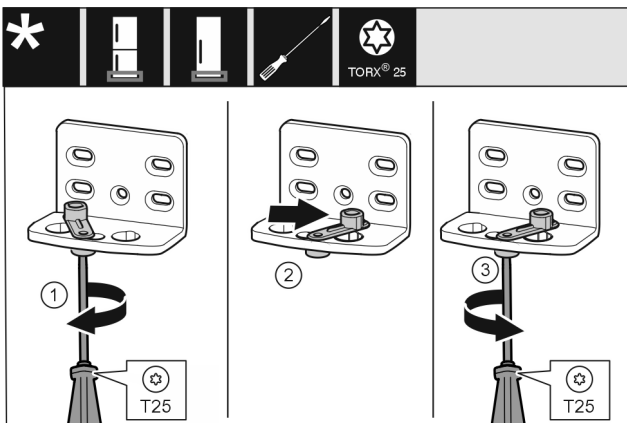

Fig. 14
- ▶ За допомогою викрутки T25 послабте гвинт. Fig. 14 (1)
- ▶ Допоміжний засіб для закривання дверцят підніміть і поверніть в отворі праворуч на 90°. Fig. 14 (2)
- ▶ За допомогою викрутки T25 закрутіть гвинт. Fig. 14 (3)